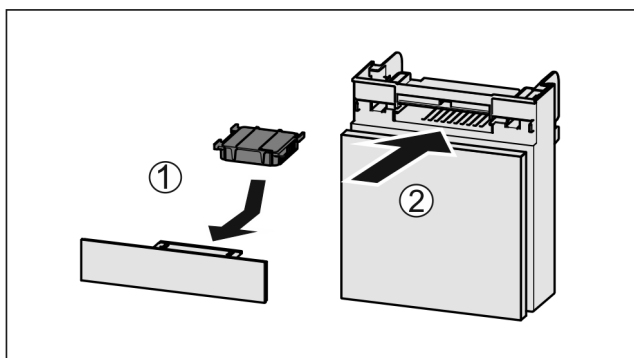

Fig. 173
- ▶ Introduceți Fig. 173 (1) filtrul de cărbune activ după cum se vede în figură.
- ▶ Împingeți Fig. 173 (2) compartimentul în interior.